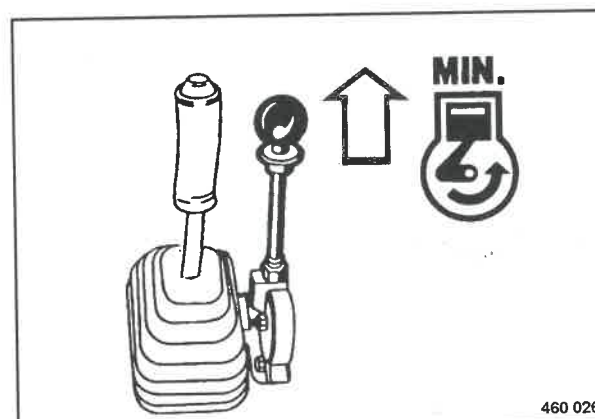

Fig. 64
- Tirare il piatto di arresto e porre la leva regolazione di giri (Fig. 64) in posizione "MIN".